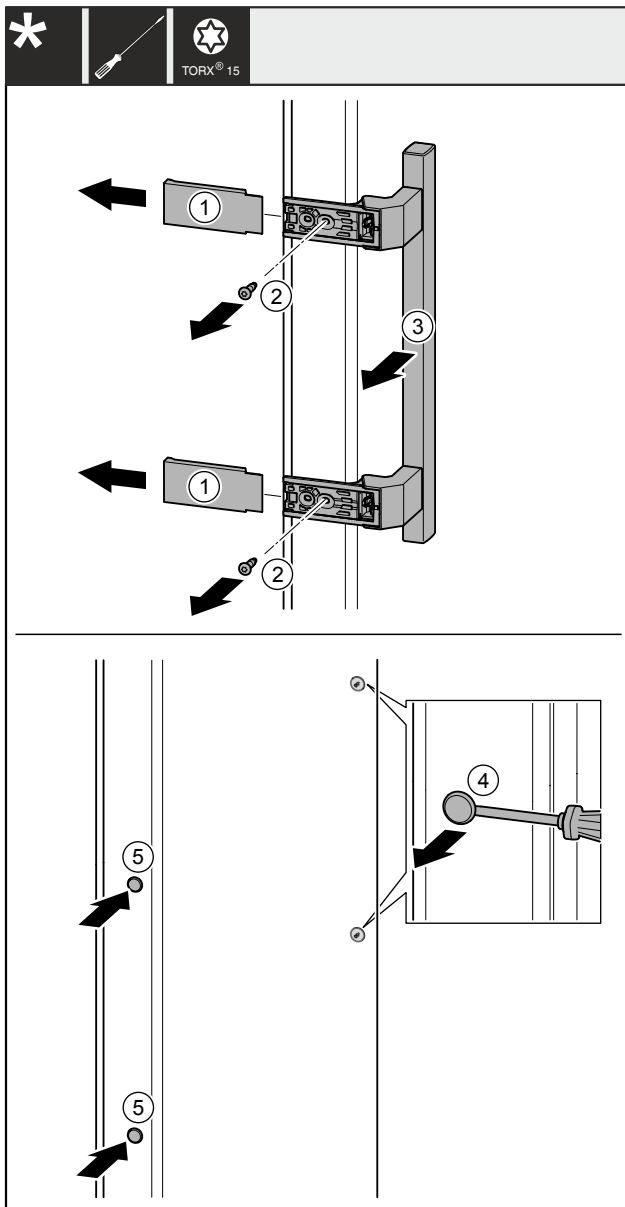

Fig. 40
- Izvucite poklopce Fig. 40 (1).
- Odvijačem odvrnite vijke Fig. 40 (2).
- Skinite ručku Fig. 40 (3).
- Odvijačem s ravnom glavom oprezno podignite bočni čep Fig. 40 (4) i izvucite ga.
- Ponovno umetnite čep Fig. 40 (5) na drugoj strani.